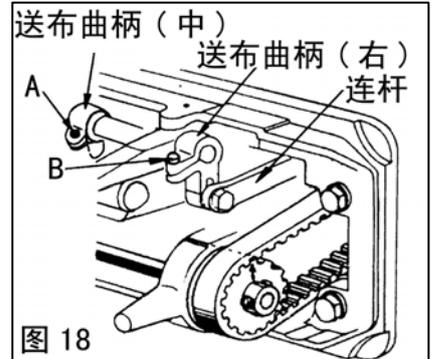
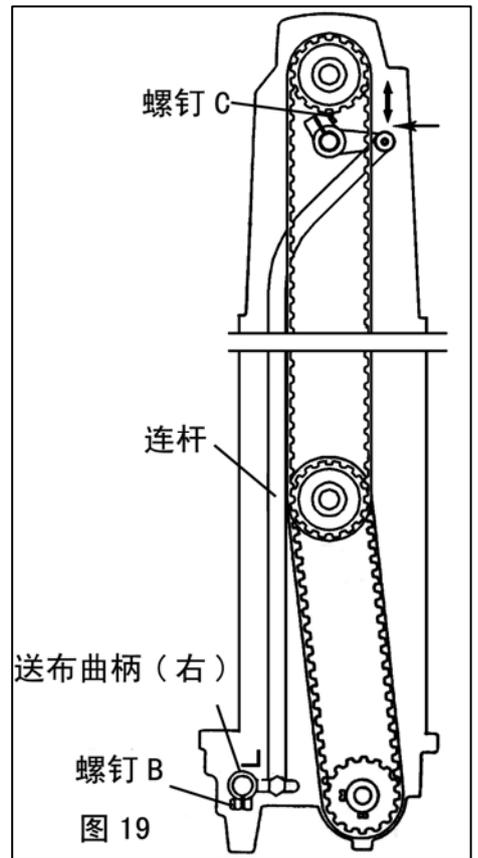
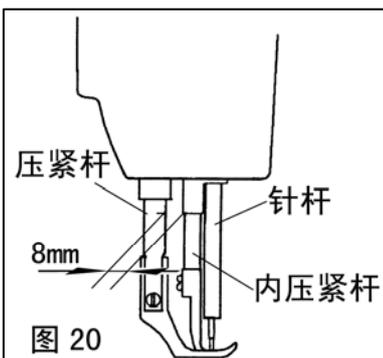

图 18
图 19
图 20
15. 机针与送布牙同步调节 (图 18、图 19、图 20)